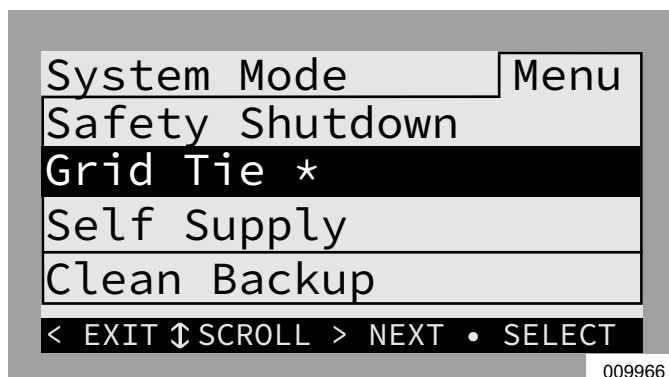

Figura 6-3. Selección de modos de sistema (1 de 4)
2. Consulte la Figura 6-3. Se mostrará una lista de modos de sistema con el modo actual marcado con un asterisco.
NOTA: Es posible que la lista de modos de sistema no incluya todos los que se muestran en la Figura 6-3.